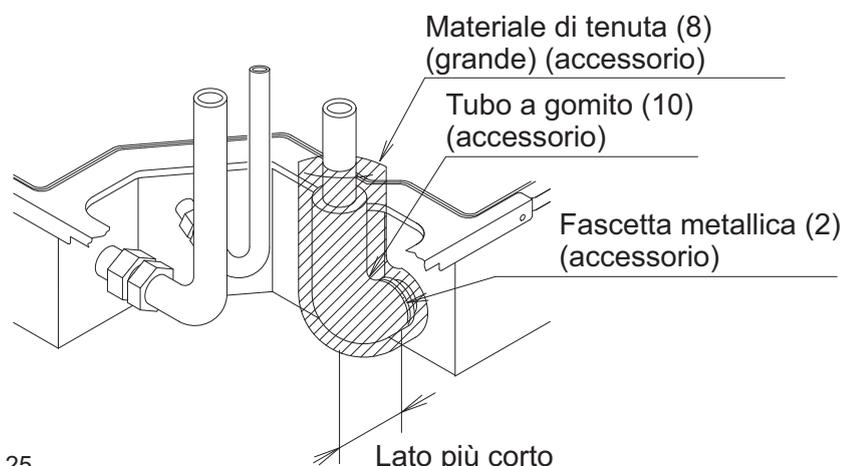

Fig. 25
- La tubazione di drenaggio può essere collegata da 3 direzioni. **(Fare riferimento alle Fig. 25, 26 e 27)**
2. Inserire il tubo flessibile di scarico (1) e il tubo a gomito (10) fino alla base dell'imbocco di scarico. Serrare la fascetta metallica (2) con la coppia $1,35 \pm 0,15 \text{ N}\cdot\text{m}$ ($135 \pm 15 \text{ N}\cdot\text{cm}$) entro lo spazio coperto dal nastro della punta del tubo flessibile inserita nell'imbocco. **(Fare riferimento alle Fig. 25, 26, 27 e 31)**
4. Isolare la fascetta metallica (2), il tubo flessibile di scarico (1) e il tubo a gomito (10) con il materiale di tenuta (grande) (8) in dotazione. **(Fare riferimento alle Fig. 25, 26, 27 e 33)**